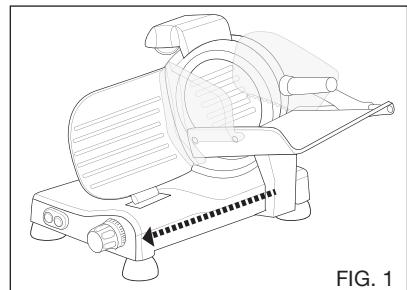

FIG. 1
1. Vérifier que le bouton de réglage de l'épaisseur est sur "0" (Fig. 1).